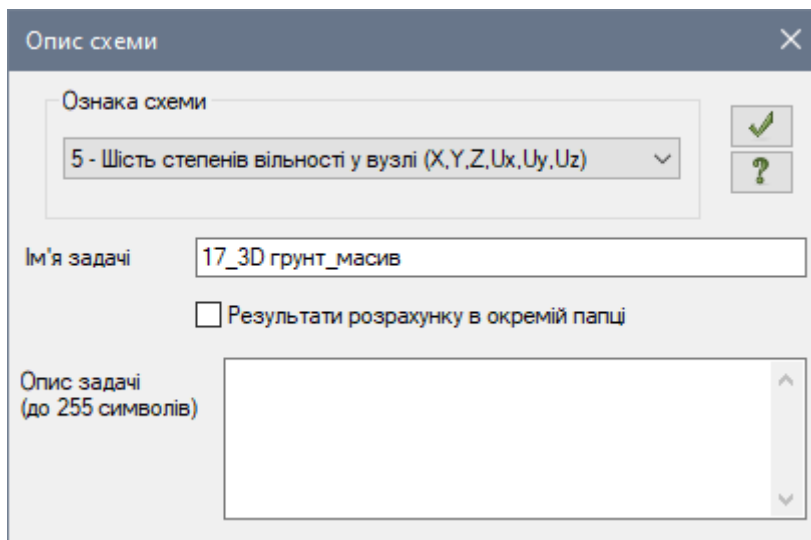

Рис. 17.7. Діалогове вікно **Опис схеми**
- У діалоговому вікні **Опис схеми** (рис. 17.7) задайте наступні параметри: